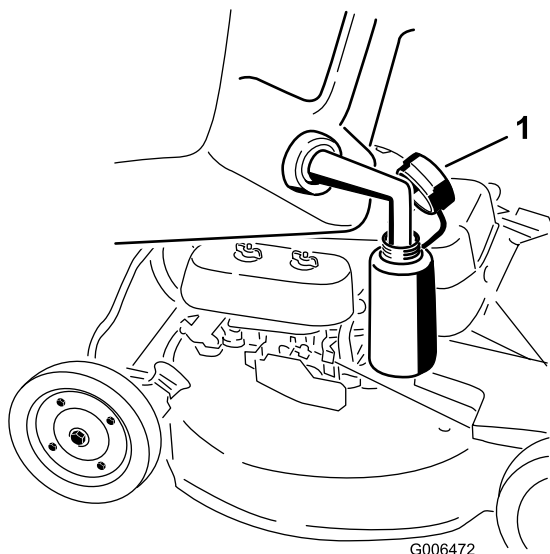

Figura 12
1. Limpie alrededor del tapón de combustible (Figura 12).